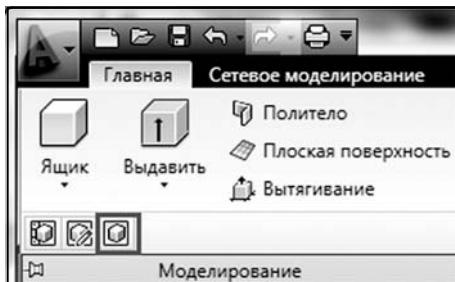

Рис. 9.2. Расположение кнопки вызова команды т-профиль
- ◆ щелкнуть по кнопке  (рис. 9.2);